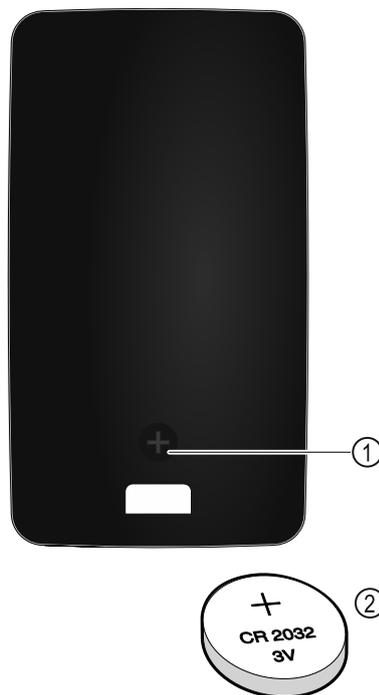

Fig. 260
El suministro eléctrico del mando a distancia se efectúa con una pila del tipo CR 2032 de 3 V Fig. 260 (2), a la venta en el comercio especializado.
- ▶ Desenroscar el tornillo Fig. 260 (1) de la parte trasera del mando a distancia.